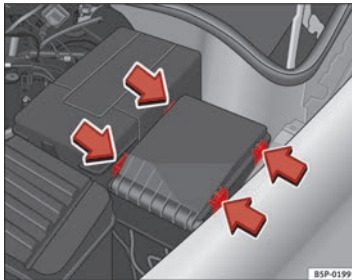

Abb. 180 Sicherungsdeckel im Motorraum
- Haken Sie den Sicherungsdeckel im Motorraum an den Laschen aus, indem Sie die Laschen zur Deckelmitte drücken ⇒ Abb. 180.